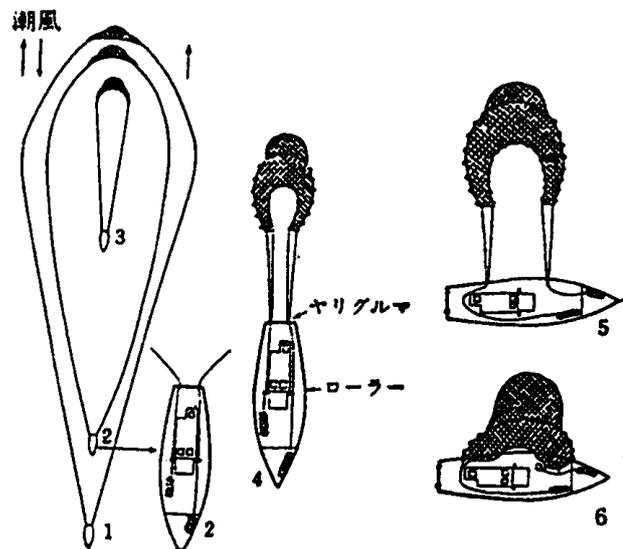

図1-3 揚網図(瀬戸内海の漁業)
- ・曳網が十分に沈下したらA、Bロープを左右のローラーにかけ、ハリグルマを通してまき始める(図1-3の1,2,3)。手木まであがったら(図1-3の4)、ローラーからA、Bロープをはずし、風を左舷に受けるようにして少し前進、Bロープを左舷側の船尾に移し(図1-3の5)、A、Bロープに2人ずつ付いて手木網をあげ、次に揚網する(図1-3の6)。1回の操業に約30分を要す。